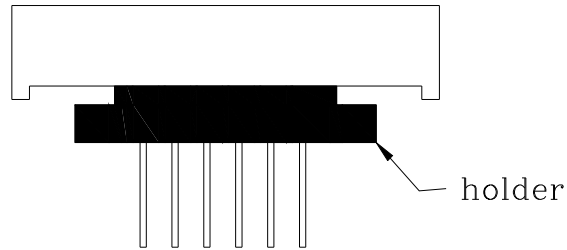

Fig.4
2) 使用有合成树脂 HOLDER 的 DISPLAY 定位 PIN, 如图 4